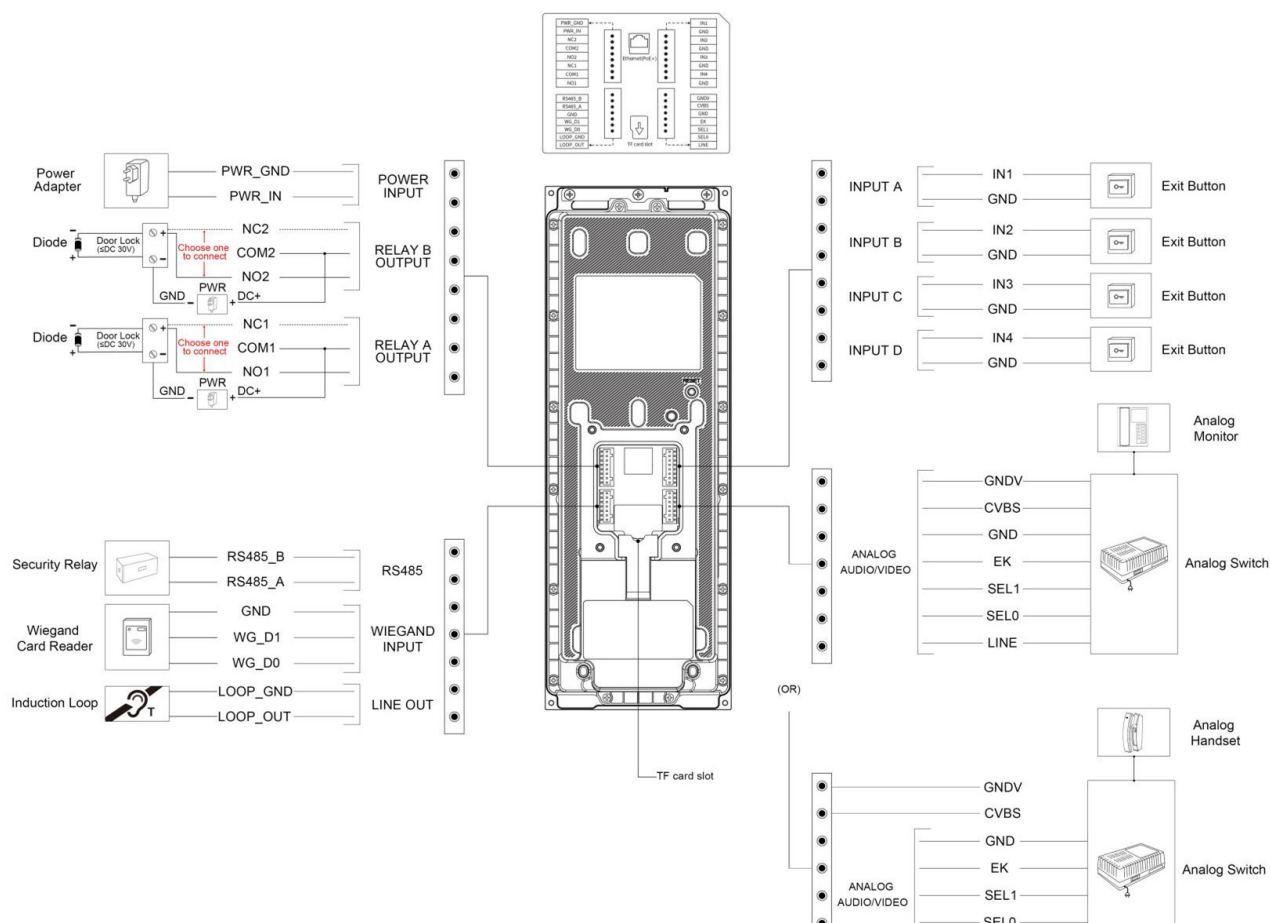

Figura 2: Stazione a tastierino MyBell - cablaggio
1. Collegare i fili alle morsettiere con un cacciavite a testa piatta. Per ulteriori informazioni, vedere la Figura 2.